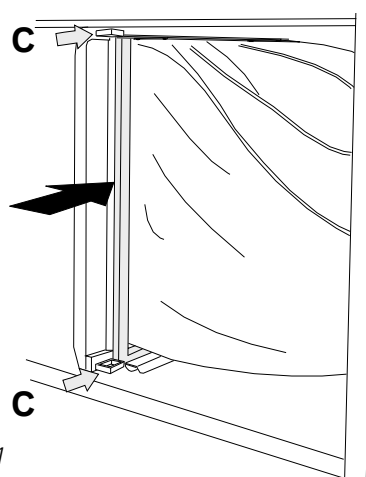

Fig 11
- Tryck in de två blå handtagen (C i Fig 11) vid filterfästets ovan- och nedkant, så att den excentriskt styrda listen stängs.